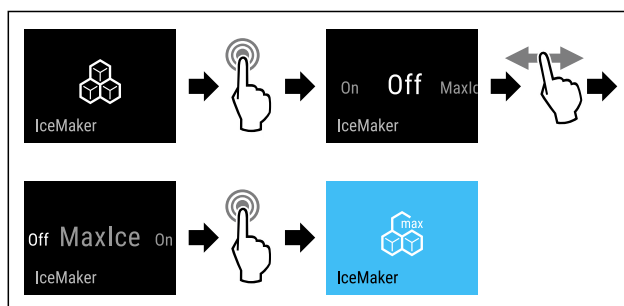

Fig. 20
- ▶ Udfør handlingstrinene (se Fig. 20) .